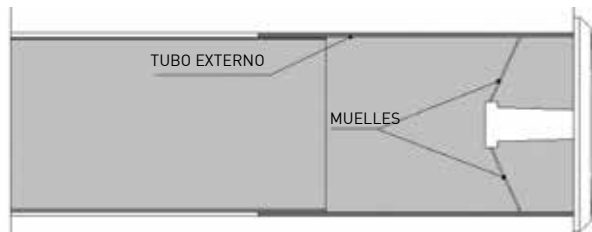

Imagen 6
2. Coloque la rejilla "de dentro hacia afuera" comprimiendo los muelles en el tubo externo (Imagen 6)